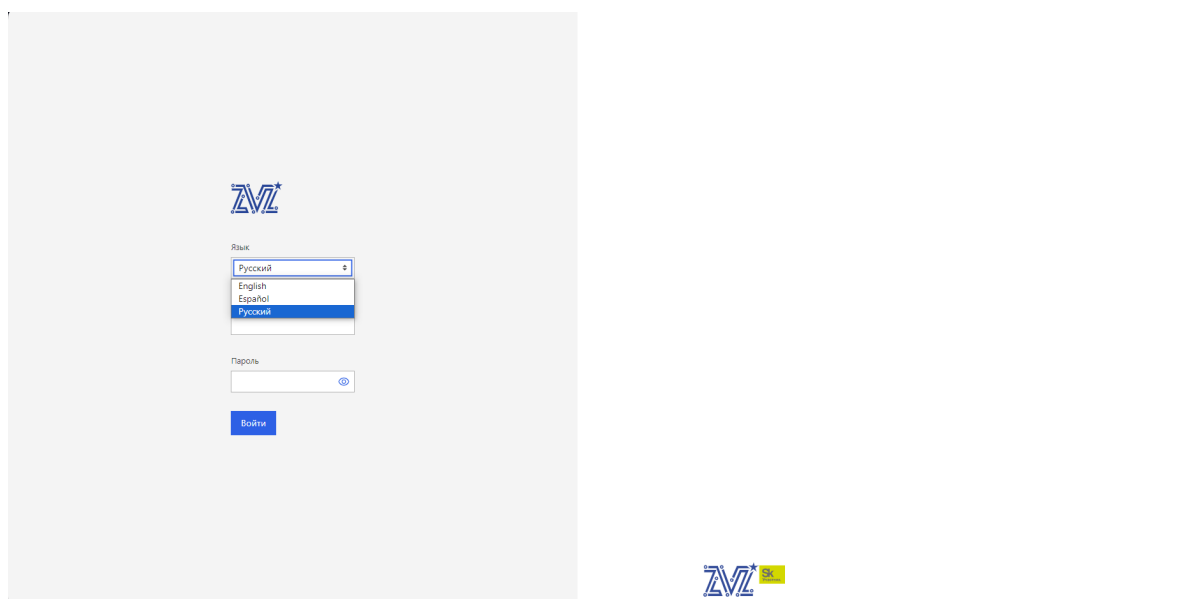

Рис. 72. Окно «Журнал событий»
- 1) Подключитесь в ВМС-консоль оборудования (Журнал событий Altair Z). Во вкладке «Язык» выберите «Русский». Окно показано на рис. 72 Окно «Журнал событий»